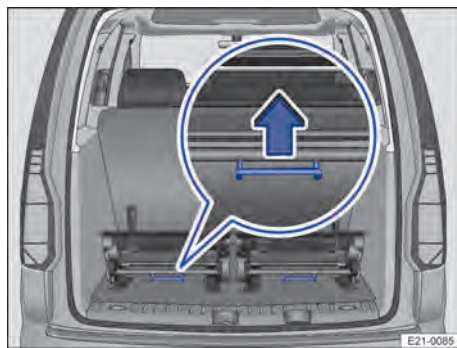

Fig. 77 Troisième rangée de sièges : dépose des sièges
2. Tirez vers le haut le levier situé sous le siège → fig. 77 (agrandissement) pour déverrouiller ce dernier.